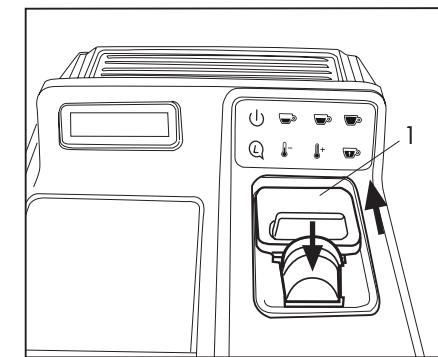

Fig. 10
- Aprire lo sportello (1) e inserire una capsula nell'apposito spazio. (**Fig.10**)